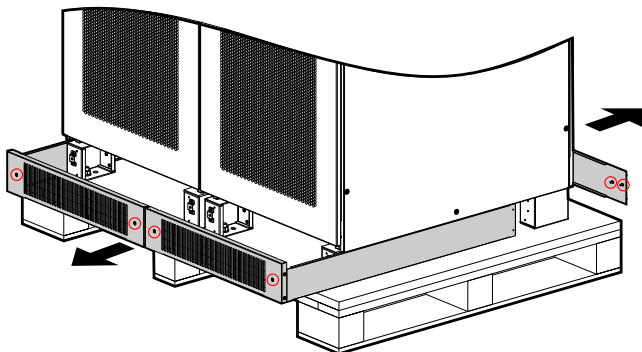

Рис. 3.5 Демонтаж нижних панелей
**Step 5** Если ИБП в порядке, отвинтите крепежные винты в передней и задней части крышек в нижней части шкафа. (Рис. 3.5) с помощью отвертки, демонтируйте переднюю и заднюю панели.